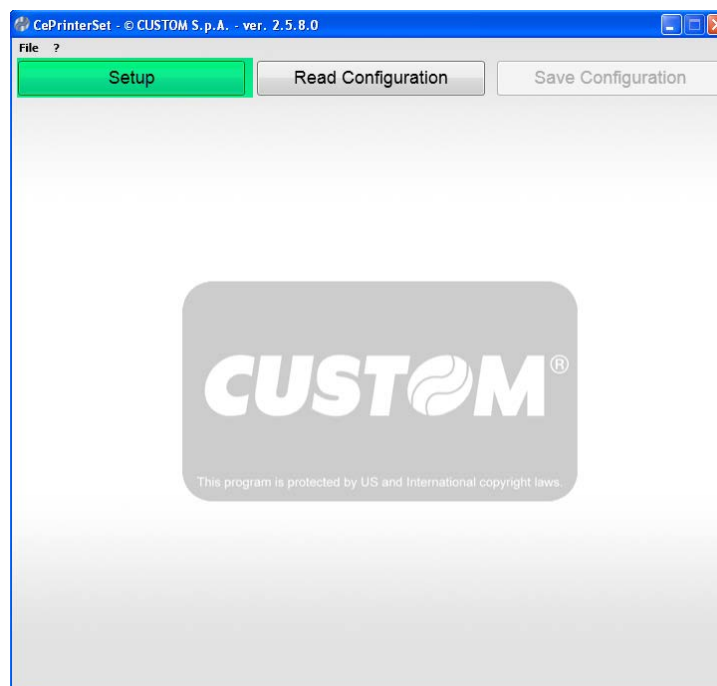

Рисунок 12 – Диалоговое окно программы CePrinterSet.
3.3.15 Откроется диалоговое окно программы (см. Рисунок 12)